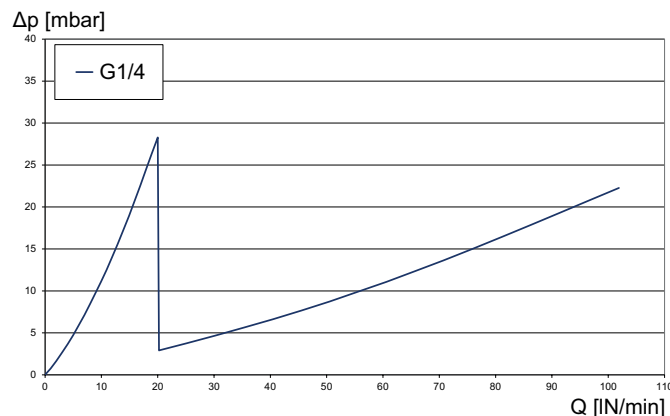

Abb. 6: Druckverlustdiagramm für Luft, MFM mit einem 25-µm-Maschenfilter, Durchflussbereich 0...100 l_N/min
- ▶ Bei einem Durchfluss von 55 l_N/min beträgt der Luft-Druckverlust p_{Luft} wie in Abb. 6 angegeben 10 mbar.